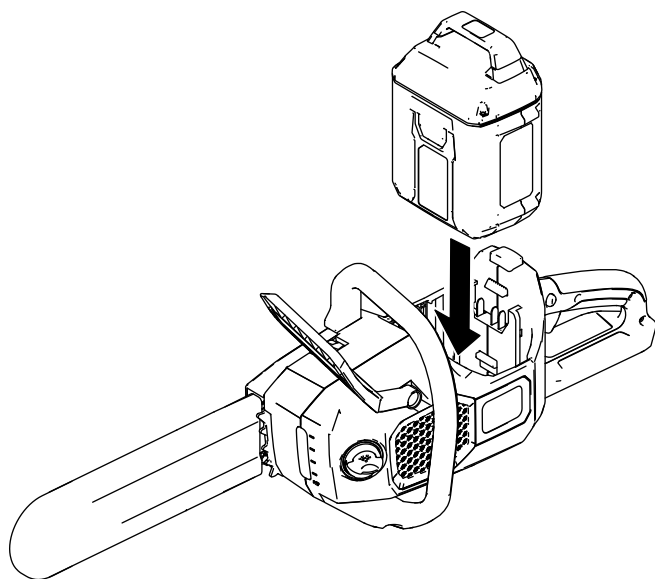

Figure 7
3. Mettez la languette de la batterie en face du logement de batterie dans la tronçonneuse (Figure 7).